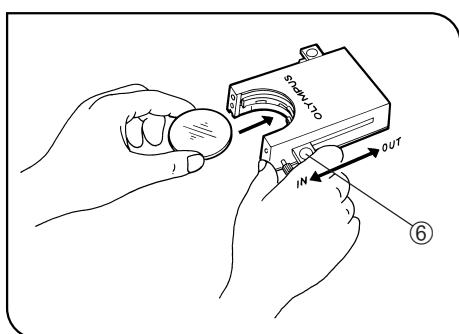

Abb. 8
Verwenden der Filterkassette (Abb. 8 - 11)
2. Den Schieber ⑥ in die Position IN (Eingeschwenkt) schieben. Darauf achten, dass er richtig einrastet. (Abb. 8)
3. Den Schieber in der in Abb. 8 gezeigten Position halten und den Filter in Pfeilrichtung in die Kassette einsetzen.